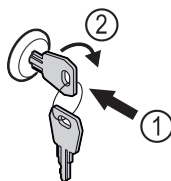

Fig. 170 Atvaizdo pavyzdys
- Įspauskite raktą Fig. 170 (1).
- Pasukite raktą 90° pagal laikrodžio rodyklę Fig. 170 (2).